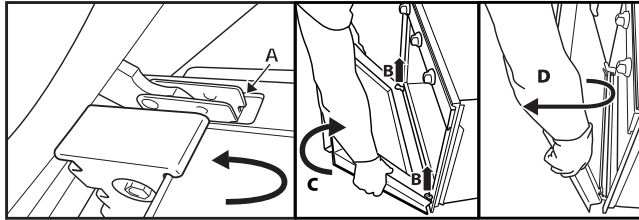

Рис. 2
3. Закройте дверцу, насколько это возможно (А), поднимите ее (В) и поверните (С) так, чтобы дверца оказалась снятой (D) (Рис. 2).